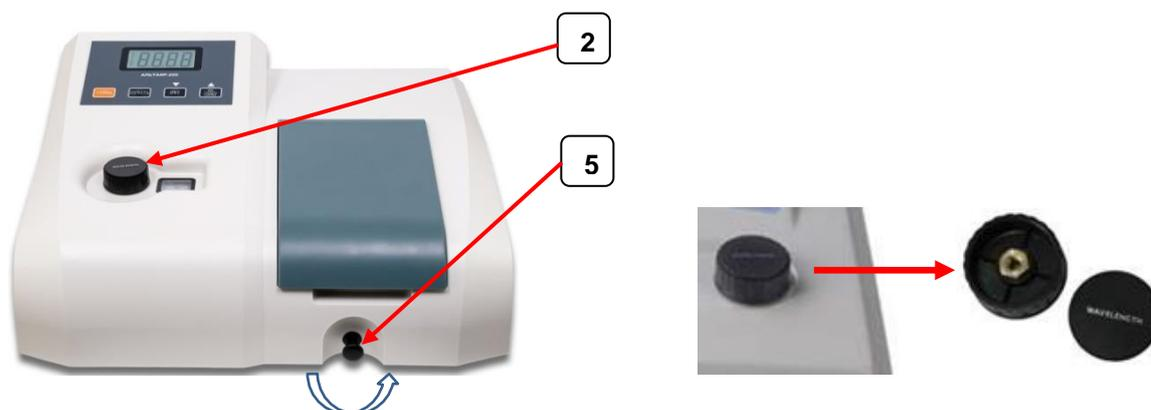

Рисунок 6 – Демонтаж элементов корпуса
- открутите против часовой стрелки ручку 5 кюветодержателя (Рисунок 6);
- на ручке установки длины волны 2 (рис. 6) снимите крышку в верхней части ручки, под ней открутите гайку, которой фиксируется ручка 2, снимите ручку;
3.1.2. Снимите корпус спектрофотометра 1 (рис. 2а), для этого вывинтите четыре винта в основании спектрофотометра и выкрутите ручку кюветодержателя 5 (рис. 6). С осторожностью снимайте крышку, поскольку панель управления спектрофотометра, закрепленная на корпусе спектрофотометра, соединена с платой управления, установленной в основании, с помощью шлейфа.